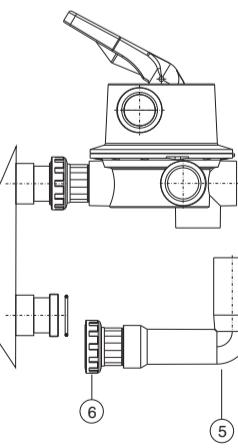

Fig. 3
- Collegare la valvola all'imboccatura superiore del filtro, avvitando leggermente la flangia (2) in modo che la valvola possa ruotare. Assicurarsi di aver collocato l'O-Ring (4) nel suo alloggiamento prima di avvitare la flangia (2).
- Si provvederà ad allineare la valvola con le uscite del filtro montando il gomito (5) e la flangia (6) (vedi fig. 3) senza incollarle.